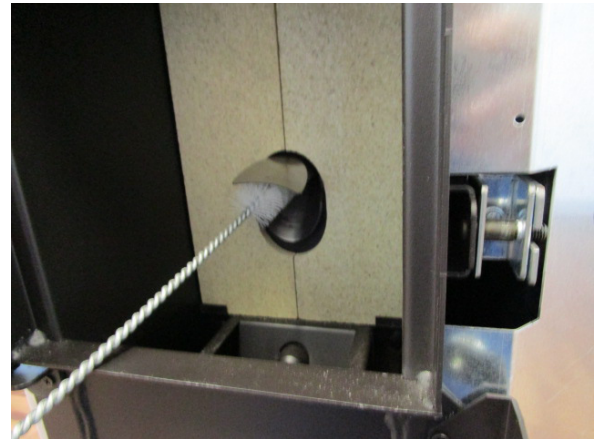

Fig. 58 - Reinigung mit Flaschenbürste
- Auch die Öffnung für das Herabfallen des Pellets mit einem Flaschenreiniger reinigen (siehe **Fig. 58 auf S. 32**).